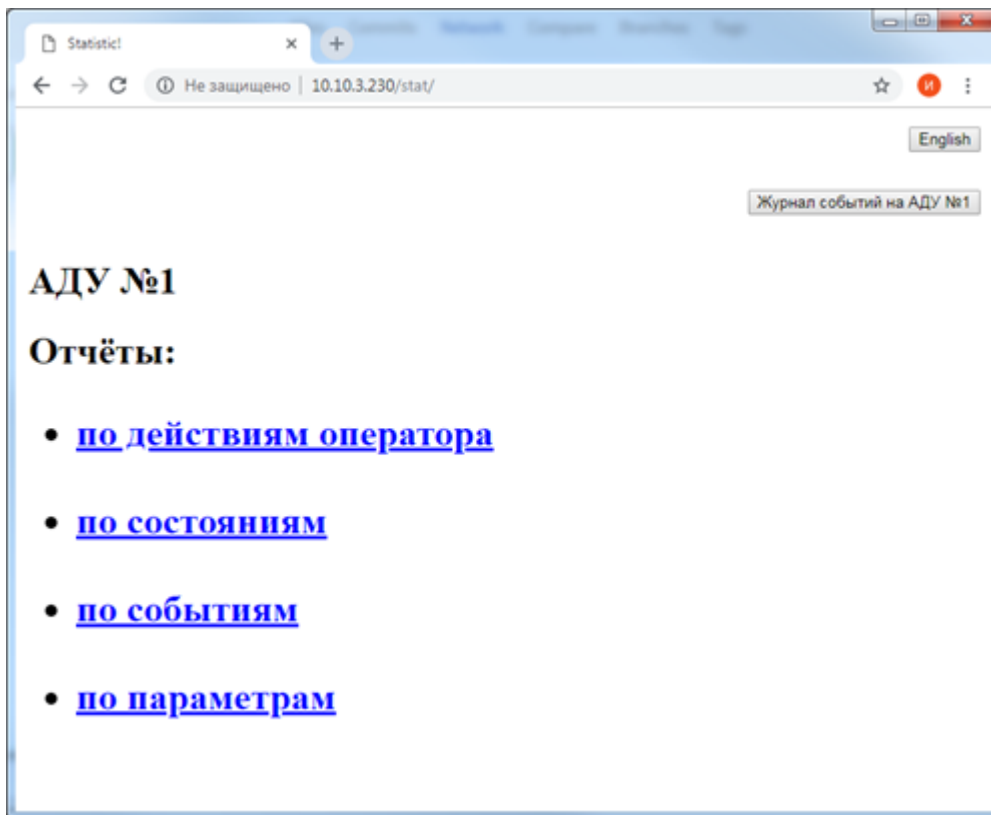

Рисунок 22. Вид списка форматов отчёта
3.7.2 Архив информации о состоянии и работоспособности оборудования разбит на 4 таблицы (форматы отчёта) (рисунок 22).